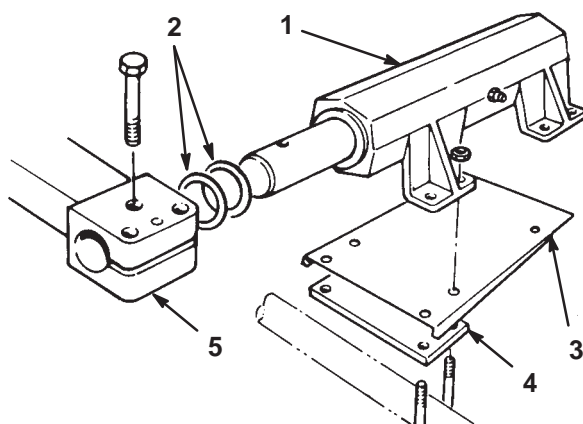

Fig. 5
Montera huvudlåssatserna (fig. 5) på alla klippenheter med den täckplåt, den plåt för att justera lutningen, de U-bultar, låsbrickor och muttrar som följer med satserna. Hanen på huvudlåsdelarna ska riktas framåt. Dra åt U-bultarna jämnt.
1. Ta bort de tre bultarna i rad från lyftarmarna (fig. 5).
5. Sätt tillbaka de 3 lyftarmsskruvarna, men dra inte åt dem (fig. 5).